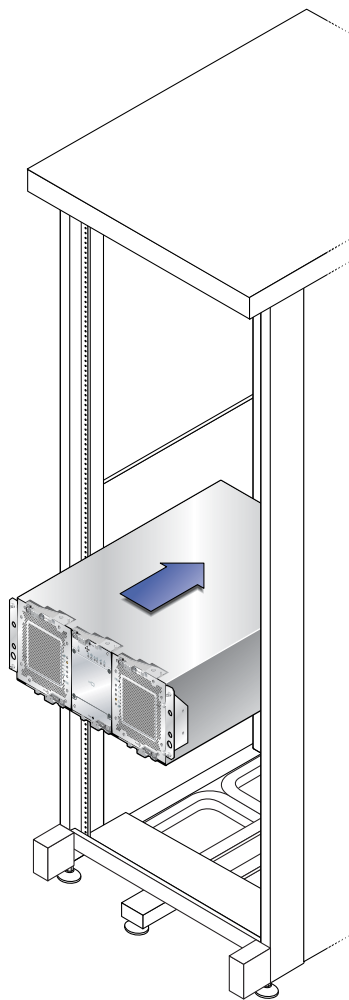

図 2-12 キャビネットへのトレイの押し込み
2. トレイの前部の縁がキャビネットの縦の面に当たるまで、トレイをキャビネットに慎重に押し込みます (図 2-12)。